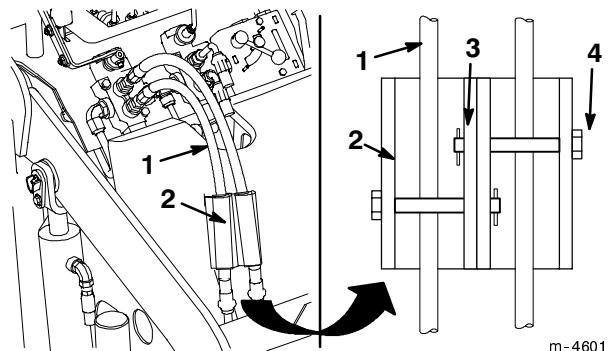

Abbildung 19
7. Die Zylinderschlösser über den Hydraulikschläuchen anbringen und mit den Sicherungsstiften und Splinten sichern (Abb. 19).